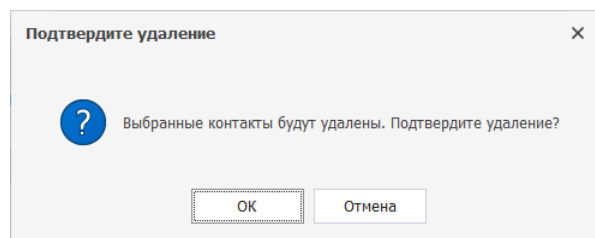

Рис. 221 Окно «Подтвердите удаление»
- В окне «Подтвердите удаление» нажать «ОК» для завершения операции удаления или нажать «Отмена» для отмены операции, см. Рис. 221.